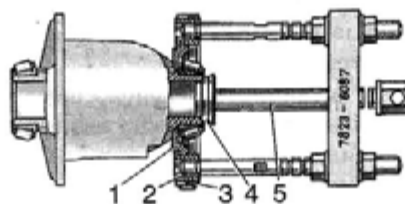

Рис. 5.38. Снятие внутреннего кольца подшипника с коробки дифференциала:
- спрессовать внутренние кольца подшипников дифференциала с помощью съемника 7823-6087 в сборе с вкладышами 7823-6101, как показано на рис. 5.38. Для того, чтобы заплечики вкладышей 1 вошли в выемки на коробке дифференциала, следует опоры 2 сжать болтами с гайками 3;